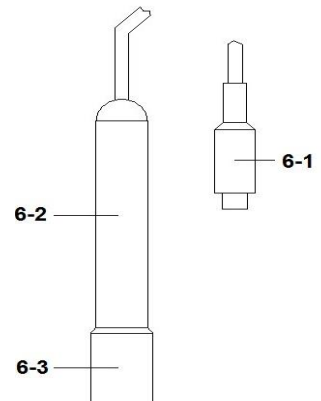

Fig. 3
1. Anslut konduktivitet proben (CDPB-03) (6-1, Fig.3) till "CD" kontakten (3-15, Fig.1)
3. Håll i elektrodens skaft (6-2, Fig. 3) och sänk ner probhuvudet (6-3, Fig. 3) helt i buffertlösningen och skaka den lite, tills luftbubblorna som kan samlas runt proben försvinner.
2. Anslut proben (6-1, Fig. 3) till "CD" kontakten (3-15, Fig. 1).
4. Håll i på elektrodens skaft (6-2, Fig. 3) och sänk ner probhuvudet (6-3, Fig. 3) helt i kalibreringsvätskan och skaka den lite, tills luftbubblorna som kan samlas runt proben försvinner. Displayen visar nu konduktiviteten i mS (uS) värdet.
1. Anslut konduktivitet proben (CDPB-03) (6-1, Fig. 3) till "CD" kontakten (3-15, Fig. 1).
3. Håll i elektrodens skaft (7-2, Fig. 4) och sänk ner probhuvudet (7-3, Fig. 3) helt i buffertlösningen och skaka den lite, tills luftbubblorna som kan samlas runt proben försvinner. Displayen visar nu Saltvärdet (% vikt)